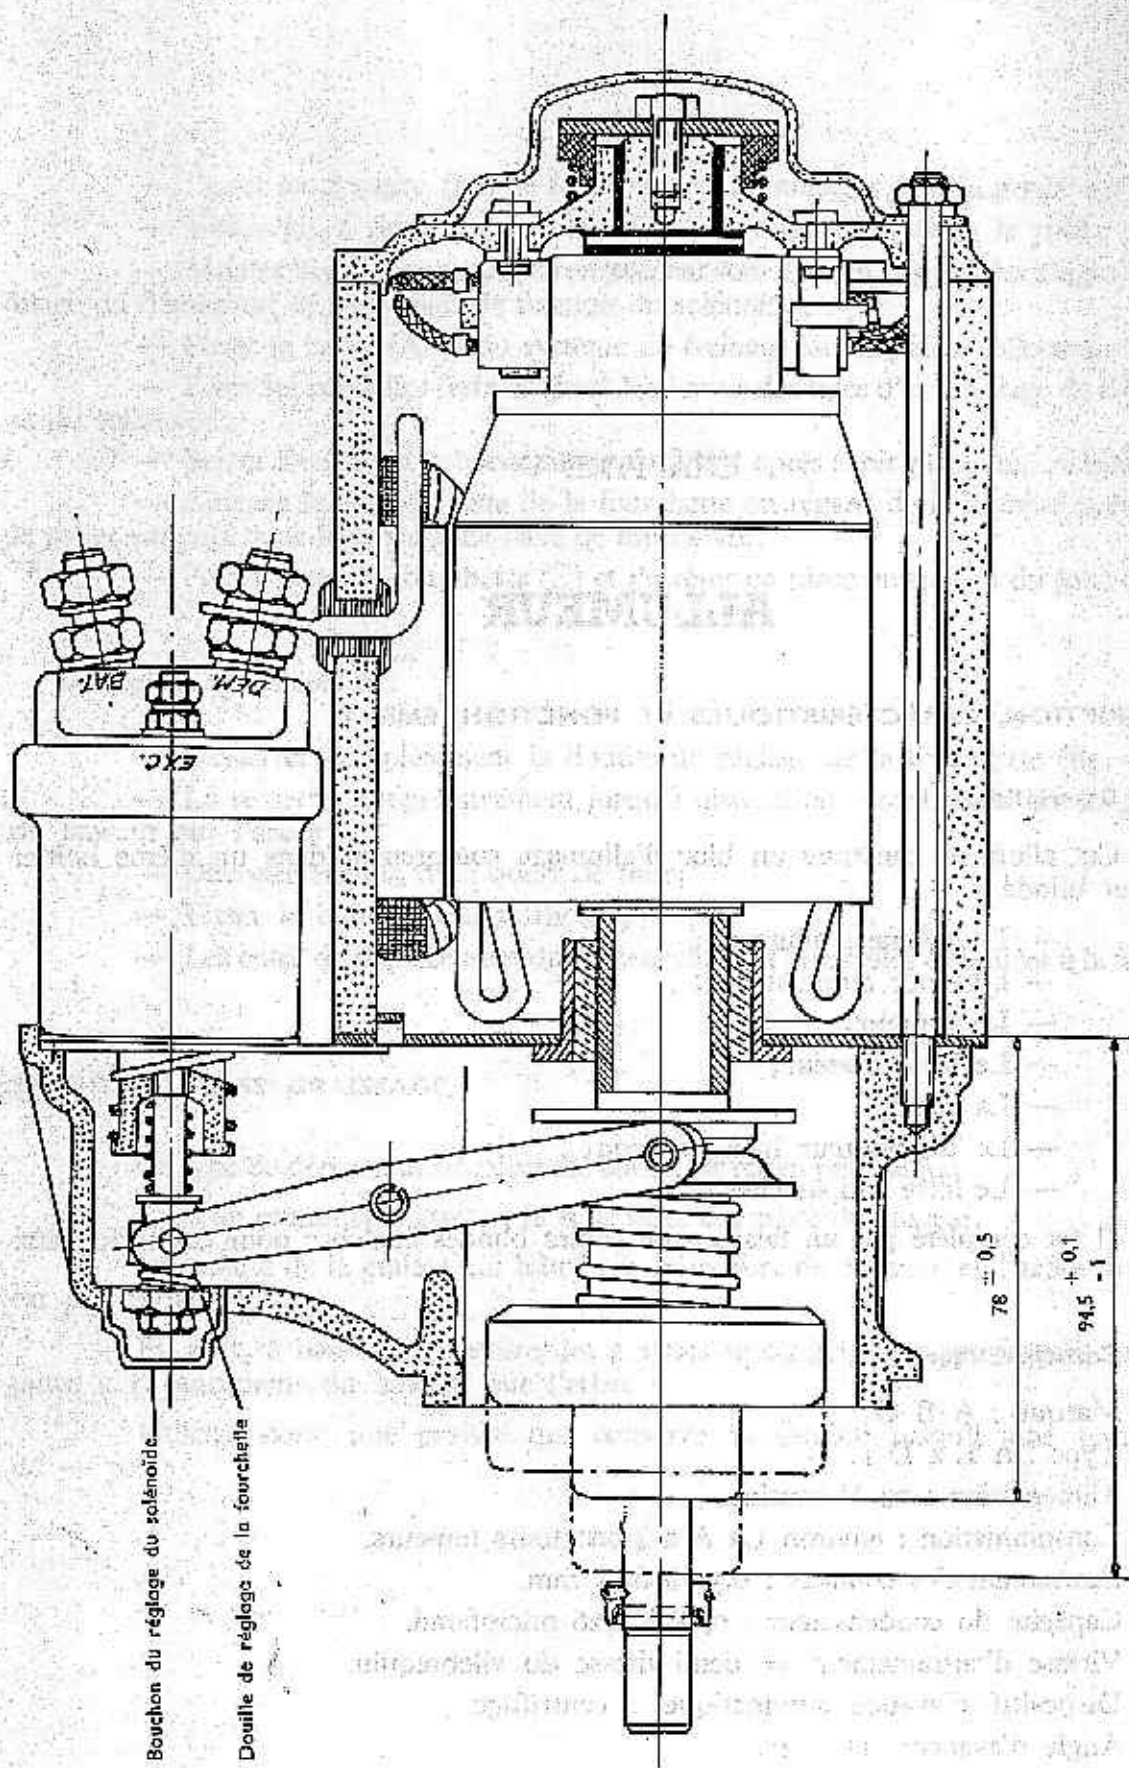

Figure 14. — Démarreur (coupe).
- Desserrer complètement la douille de réglage de la fourchette (fig. 14);
- Les cotes de déplacement du lanceur doivent être celles indiquées à la figure 14.